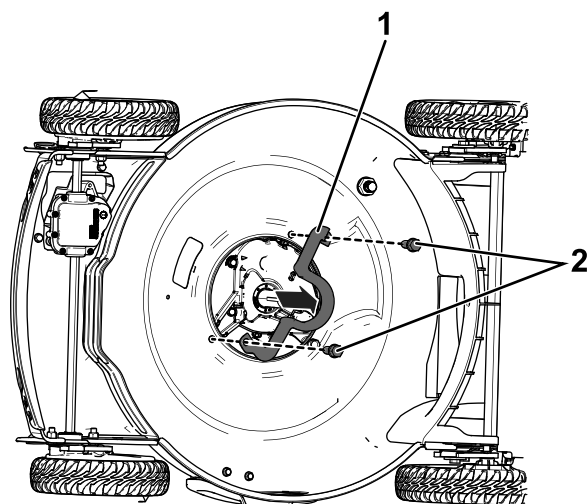

Figuur 4
8. Neem beide riemen van de mesaandrijving, verwijder de aandrijving dan en bewaar deze (Figuur 4).